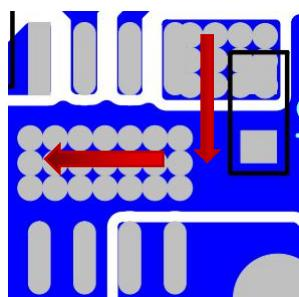

图 1
2. 输入电容应尽可能靠近芯片管脚（VIN 和 GND）。输入电源引脚必须增加一个 0.1uF 的陶瓷电容以增强芯片的抗高频噪声能力。如图 1。